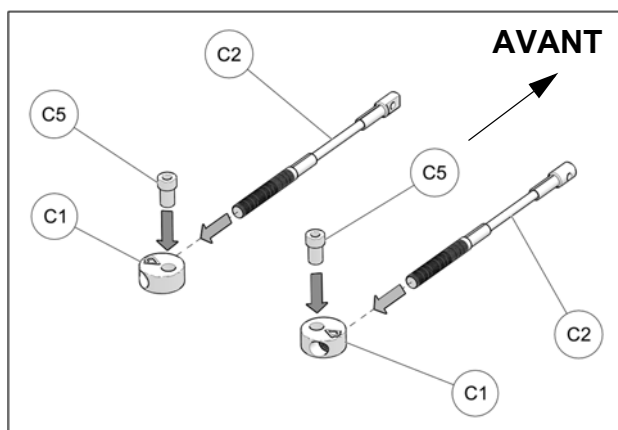

Fig. 22
13. Assembler les câbles des limiteurs de conduite (C2), les disques en aluminium (C1) et les bagues espaceurs (C5) tel que montré à la Fig. 22
14. À l'assemblage, les bagues espaceurs (C5) doivent être graissées. Appliquer une couche de graisse uniforme sur toute la circonférence de la bague espaceur et dans le logement du disque en aluminium (C1). Voir la Fig. 22